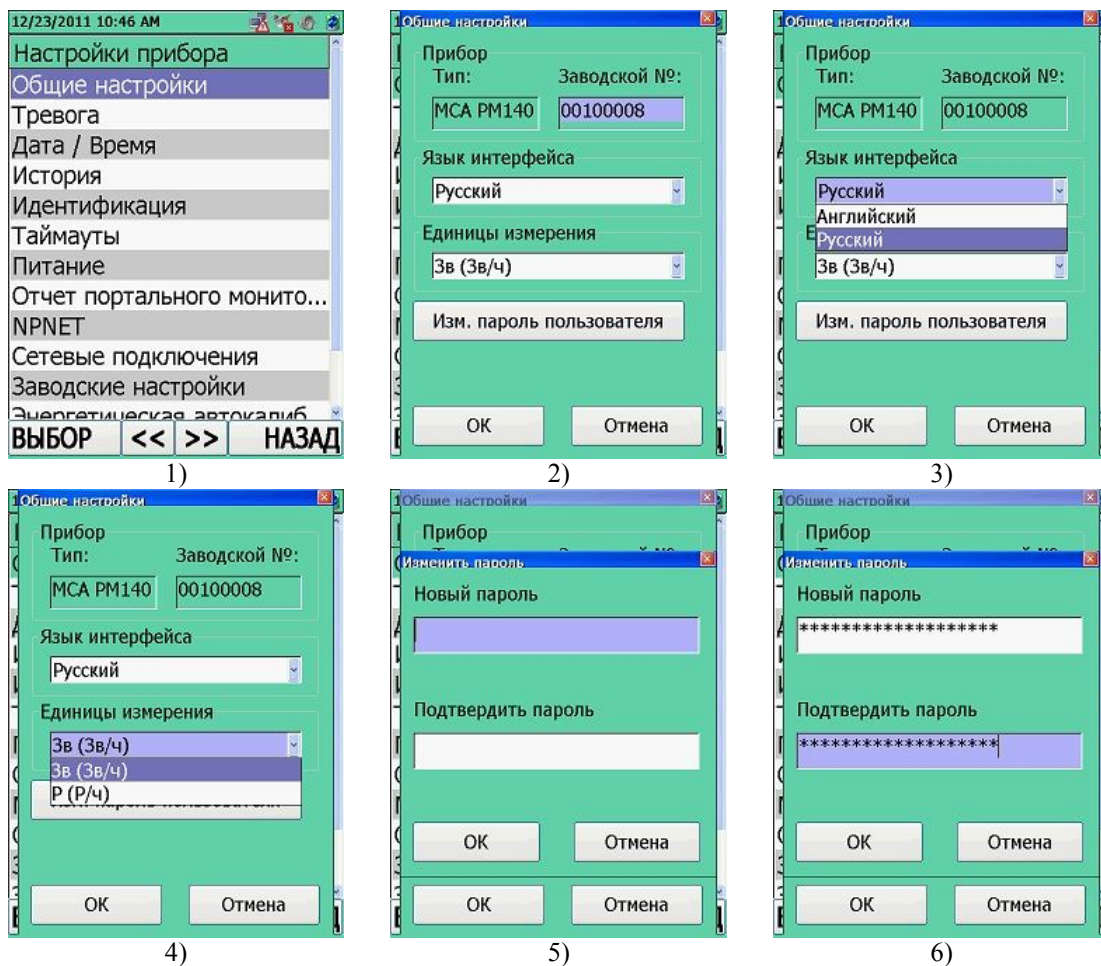

Рисунок 11.27
Для входа в общие настройки прибора **"Общие настройки"** необходимо, находясь в окне режим настройки параметров прибора **"Настройки прибора"**, переместить выделенный маркер на соответствующую строку, рисунок 11.27 (1). Перемещение маркера осуществляется при помощи кнопок джойстика ВВЕРХ/ВНИЗ. Подтвердить переход в опцию **"Общие настройки"** необходимо нажатием центральной кнопки джойстика ВВОД  или кнопки ВЫБОР .
- **"Тип"** – просмотр информации о типе прибора (MCA PM1403_1410 WCE), рисунок 11.27 (2);
- **"Заводской №"** – просмотр серийного номера прибора, рисунок 11.27 (2);
- **"Язык интерфейса"** – выбор языка интерфейса прибора, рисунок 11.27 (3). После смены языка необходимо нажать кнопку RESET на приборе;
- **"Единицы измерения"** – выбор единиц измерений в приборе, рисунок 11.27 (4):
- **"Изм. пароль пользователя"** – изменение пароля доступа, рисунок 11.27 (5, 6).